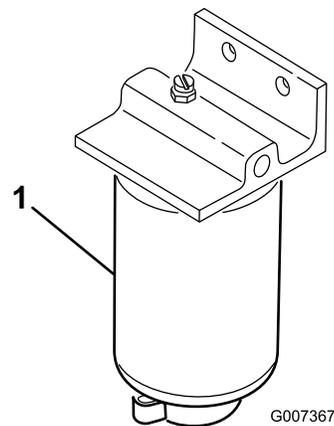

Figura 46
1. Coloque um recipiente limpo debaixo do filtro de combustível (Figura 46).
2. Limpe a zona de montagem do filtro (Figura 46).